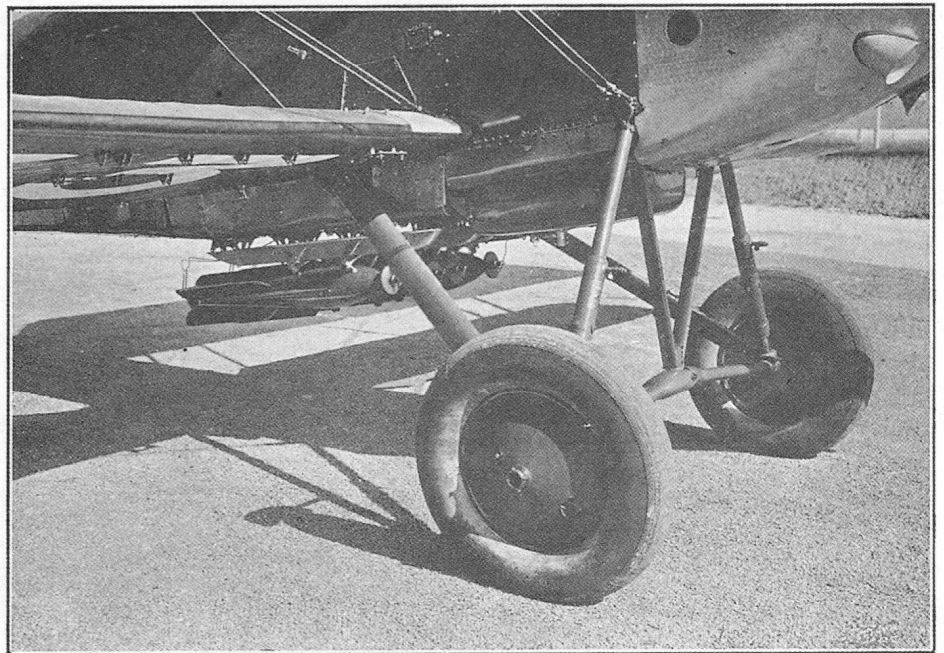

Fig. 2. Vue de la partie inférieure d'un Avion Potez 25 T.O.E. Bâti support de lance-bombes N° 39.775 E monté.
- 2° Dans le deuxième cas (fig. 2).
Nous le voyons, sur la figure 2, porteur de 4 bombes Levant de 50 kilogs.